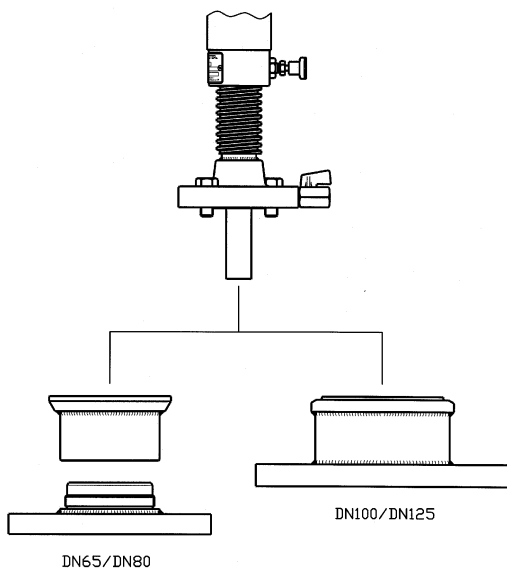

Figura 6
- Escoger el adaptador a brida correspondiente a la medida de la brida de la válvula montada sobre el accesorio. Ver *Figura 6*.